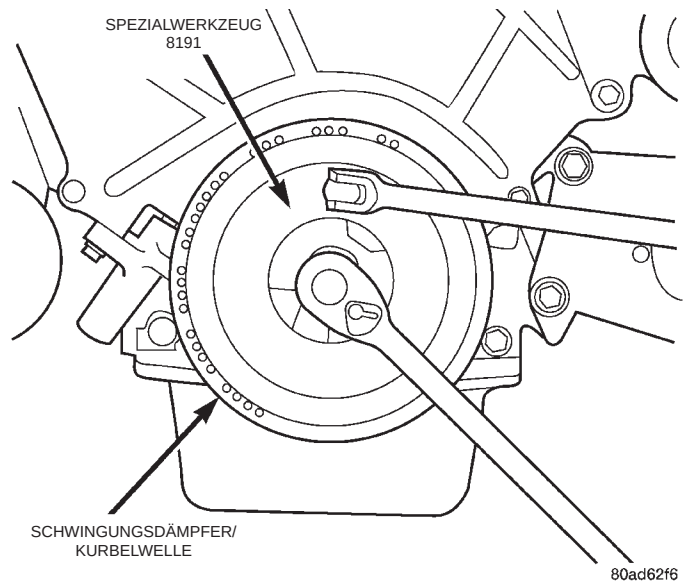

**Abb. 31 Befestigungsschraube/
(1) Das Batterie-Minuskabel am Federbeindom rechts abklemmen.
(2) Den Querträger des oberen Kühlerteils abbauen. Näheres hierzu siehe entsprechenden Arbeitsgang in Kapitel 23, "Karosserie".
(3) Lüftereinheit abbauen. Näheres hierzu siehe Kapitel 7, "Kühlsystem".
(4) Den Antriebsriemen/Zusatzaggregate demontieren. Näheres hierzu siehe Kapitel 7, "Antriebsriemen für Zusatzaggregate".
(5) Den Schwingungsdämpfer/Kurbelwelle mit Spezialwerkzeug 8191 halten und die Befestigungsschraube herausdrehen (Abb. 31).
dem Drucklager des Werkzeugs 6792 und Einbauwerkzeug 6792-1 einbauen (Abb. 33). Befestigungsschraube montieren und mit einem Anzugsmoment von 115 N·m (85 ft. lbs.) festziehen (Abb. 31).